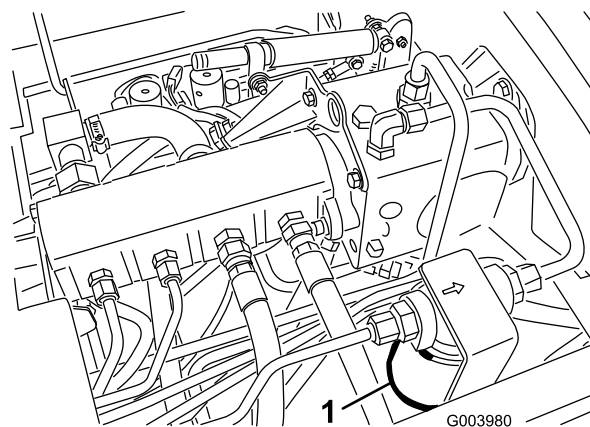
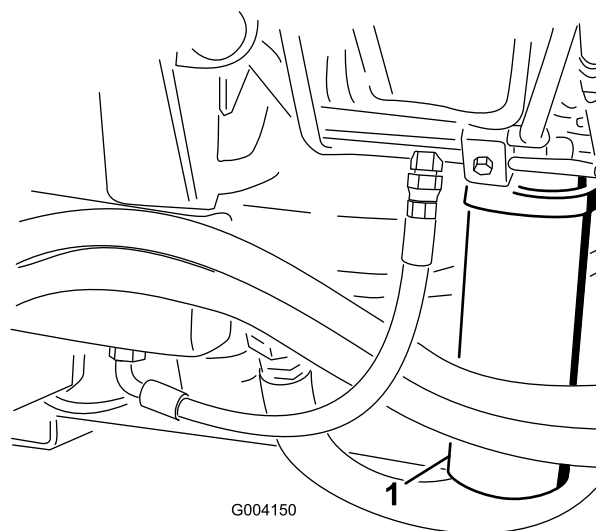

Figura 71
Figura 72
2. Limpe a área à volta da área de montagem do filtro e coloque um recipiente de drenagem por baixo do filtro (Figura 71) e (Figura 72).